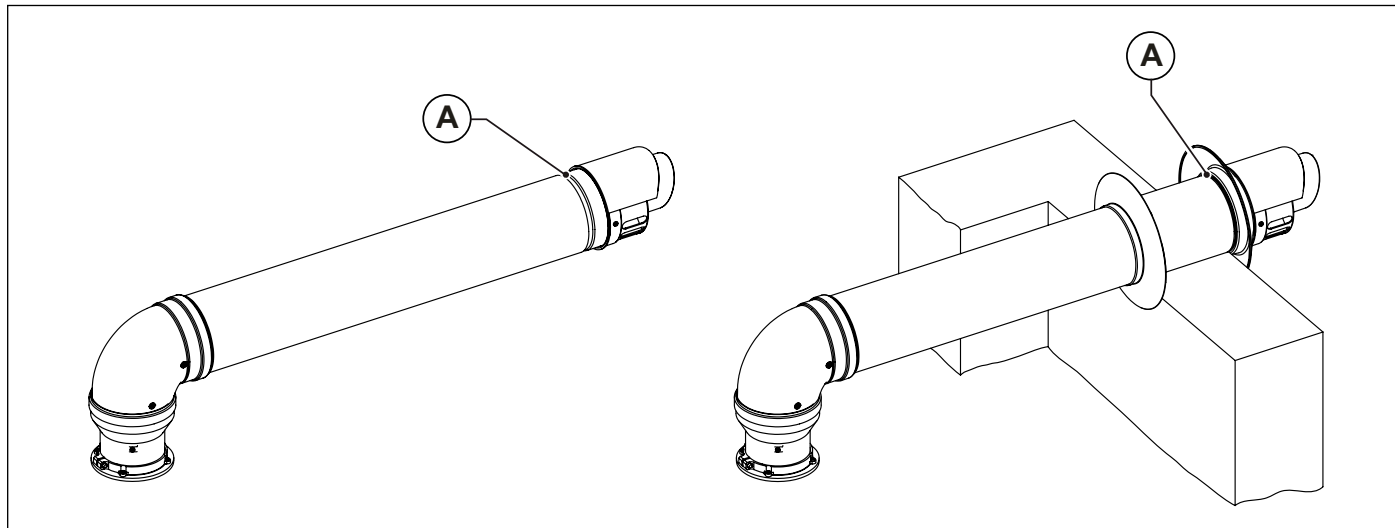

Abb. 11 Installation der Wandendteile
Die verdoppelten und koaxialen Endteile zur Luftansaugung und Rauchabführung weisen eine Rille (A) zur Befestigung der äußeren Wand im unteren Bereich auf. (siehe Abb. 11 Installation der Wandendteile).